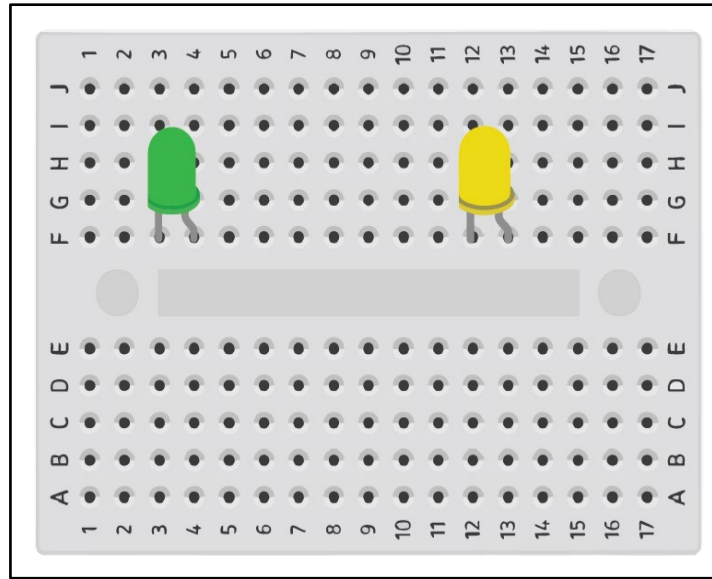

图 7：彩光 LED 灯珠阵列在微型实验板上的放置。该 LED 灯珠阵列将代表视网膜神经节细胞（RGCs）1（绿光）和 2（黄光）的输出。
- ii. 按照图 7 所示，将两颗 LED 灯珠放置在其中一个微型实验板上。然后将该微型实验板叠放在另一块微型实验板之上。两块微型实验板都应朝上放置，并可用胶带固定（下方的微型实验板起到垫高上方的微型实验板的作用，以便装载 LED 灯珠的微型实验板能正确插入 3D 打印外壳）。